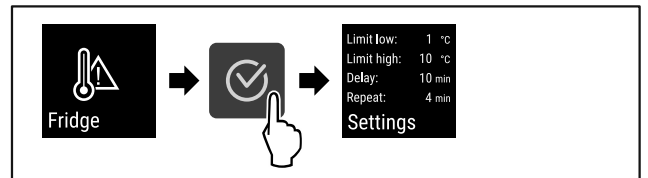

Fig. 136
- ▶ Suivre les étapes (voir Fig. 136).